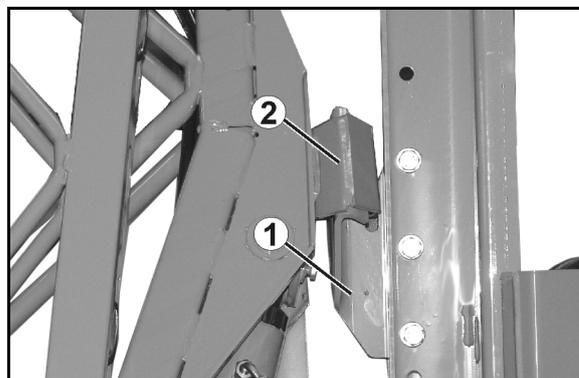

Fig. 76
Seguire la procedura per l'apertura della barra indicata in Fig. 76. La chiusura avviene seguendo l'ordine inverso.
2. Aprire il braccio delle barre destro (Fig. 76/1,2).
3. Aprire il braccio delle barre sinistro (Fig. 76/3,4).